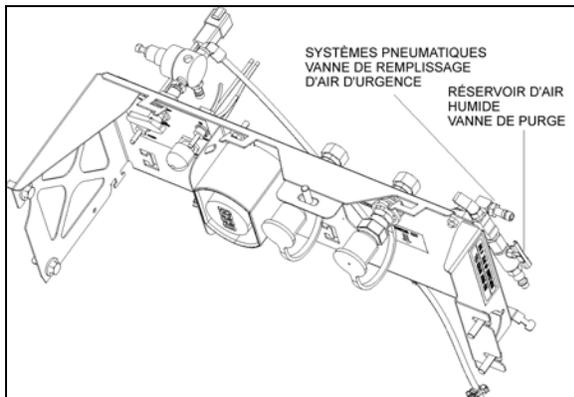

FIGURE 46: EMBLACEMENT DE SOUPAPE ARRIÈRE SUR LA SÉRIE H3
Une soupape indépendante placée dans le compartiment moteur et accessible à travers la porte du côté droit du moteur est utilisée pour la **purge quotidienne** (Figure 46).
**La soupape arrière** se trouve dans le compartiment moteur et est accessible depuis la porte du côté droit du moteur (Figure 46).